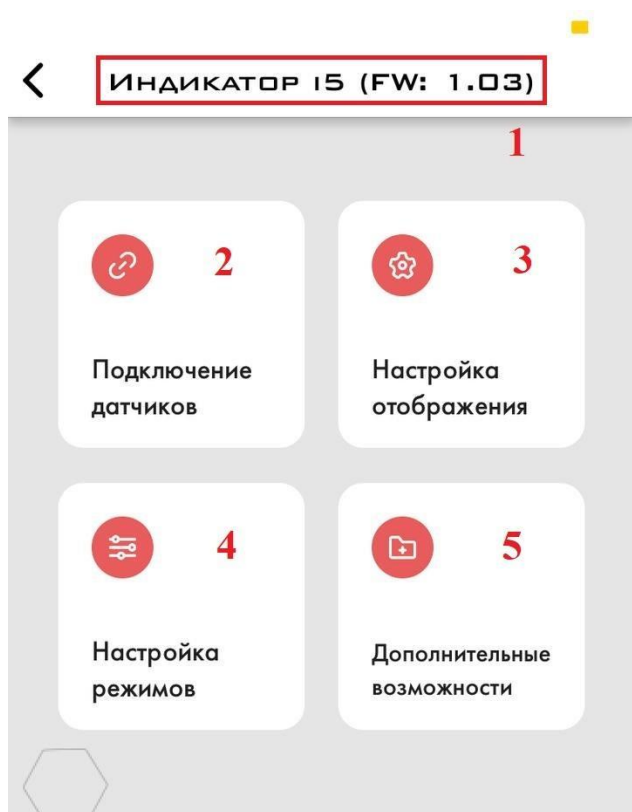
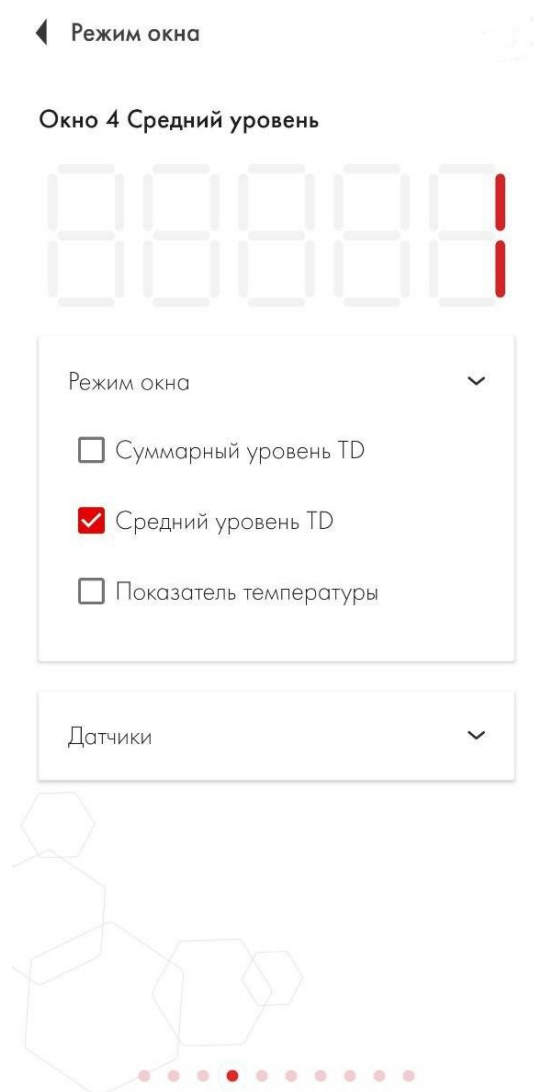

Рис. 62 Настройка отображения (3)
Рис. 63 Средний уровень TD выбран для окна
2.9.1 Если у вас на одном транспортном средстве и **в одном баке установлено несколько датчиков** и вам необходимо, чтобы Индикатор И-5 показывал их среднее значение, зайдите в настройки дисплея (рис. 62, 3) выберите один из окон 1-10 в меню «**Настройка отображения**» и выберите **Средний уровень TD** в режиме окна (Рис. 63). Нет необходимости выбирать датчики в том же меню. Показания уровня всех датчиков TD, у которых включена функция **использовать при пересчете**, будут использоваться для расчета и отображения их среднего уровня.